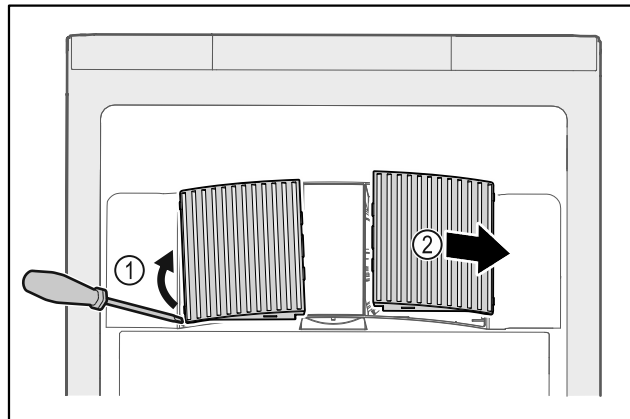

Fig. 148
- ▶ Kangutage ventilaatorikatte ettevaatlikult küljelt välja Fig. 148 (1) ja võtke ettepoole maha Fig. 148 (2).